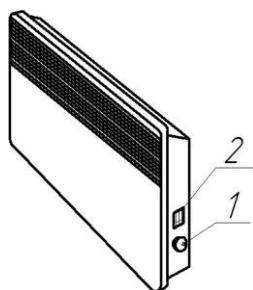

Рис. 5 Размещение органов управления конвекторов (IP20)
5.7 Переведите клавишу выключателя (клавиши ступенчатого регулятора мощности) в отключённое положение «0», ручку терmostата установите в положение «※» (совместите знак «※» на ручке с меткой на корпусе конвектора или блока управления). Конвектор готов к работе (расположение органов управления конвектором приведено на рис. 5, 6).
Внимание! Категорически запрещается включать и эксплуатировать конвектор без его закрепления на кронштейнах на стене или без установленных опор на полу. Включать и эксплуатировать конвектор допускается только в положении, показанном на рис. 5, 6 (воздухозаборной решёткой вниз). При первом включении конвектора возможен запах от испарения консервационных материалов. Рекомендуется проветрить помещение.